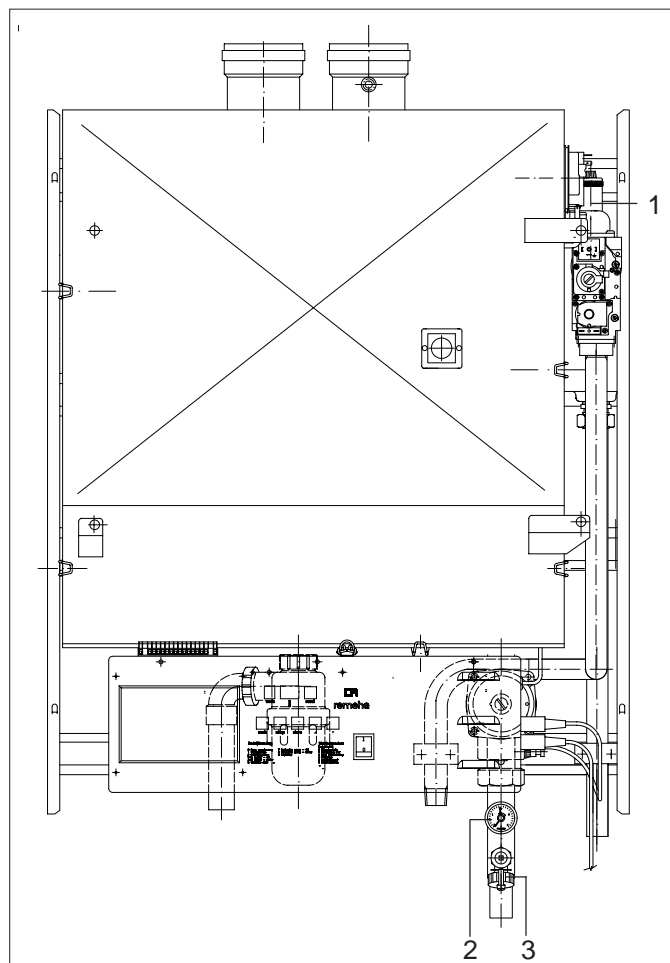

Fig. 2 Coupe de la chaudière
1. Vérifier si la pression d'eau indiquée sur le manomètre est suffisante, remplir au besoin (0,8 bar au minimum, 3 bar au maximum, pression conseillée env. 1,5 bar à froid) (*fig. 2, rep. 3*).
2. Vérifier si le bouchon en plastique du purgeur automatique est desserré (*fig. 2, rep. 1*).
7. Vérifier si le bouchon en plastique du purgeur automatique (fig. 2, rep. 1) est desserré d'un quart de tour.
8. Vérifier la pression d'eau (fig. 2, rep. 2) et remplir au besoin (fig. 2, rep. 3); remplir le tuyau de remplissage entièrement d'eau avant de le brancher à la chaudière.